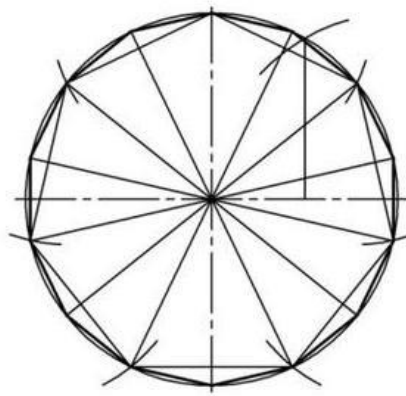

Рис. 22
*Деление на четырнадцать частей (рис. 22).*